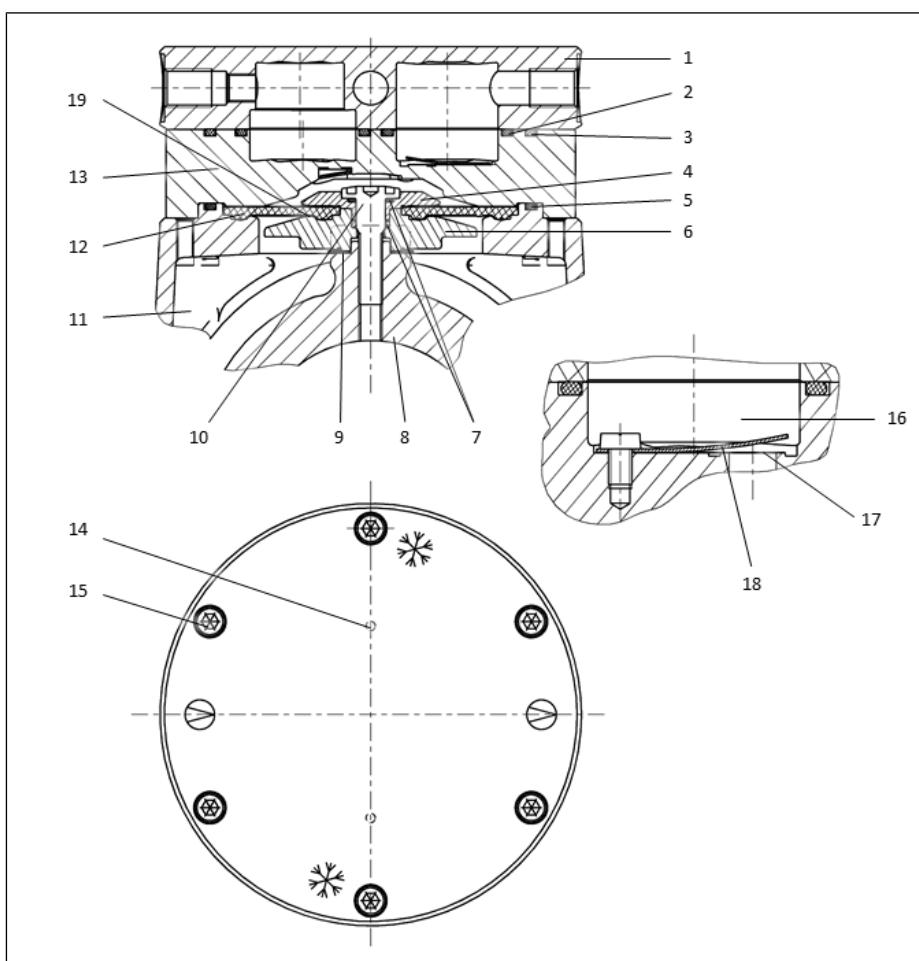

Fig.18 Pièces de la tête de pompe
** Selon Fig. 18
i Sauf indication contraire, les numéros de position suivants se réfèrent aux Fig. 18.